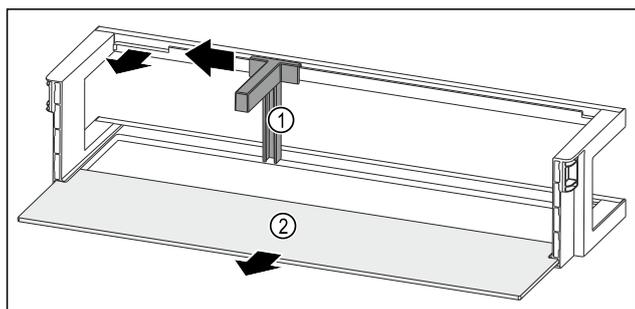

Fig. 49 Balconcino controporta con portabottiglie e ripiano
- ▶ Spingere il portabottiglie Fig. 49 (1) lateralmente fino all'incavo.
- ▶ Rimuovere il portabottiglie Fig. 49 (1).
- ▶ Rimuovere il ripiano Fig. 49 (2).